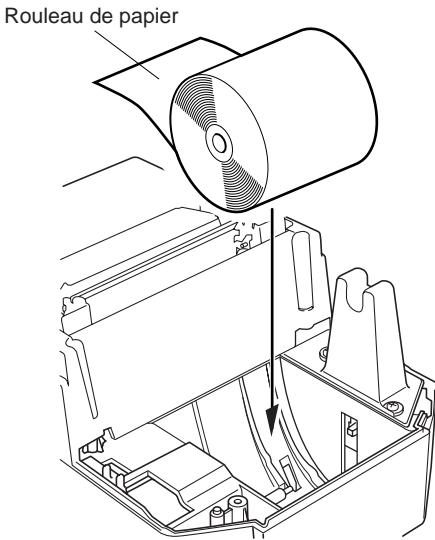

Fig. 6-5 Chargement du papier
④ En faisant attention au sens du rouleau, mettez le rouleau de papier en place dans le creux, comme indiqué dans la figure 6-5.
⑤ Insérer le bord du papier dans le mécanisme d'avance de papier. S'il est inséré correctement, le bord du papier ressortira par la fente de sortie de papier.
⑥ Insérez l'extrémité du papier dans la fente de sortie où se trouve la barre de découpage, puis remettez le capot en place en suivant la procédure de dépose du capot décrite à l'étape ① ci-dessus dans le sens inverse.